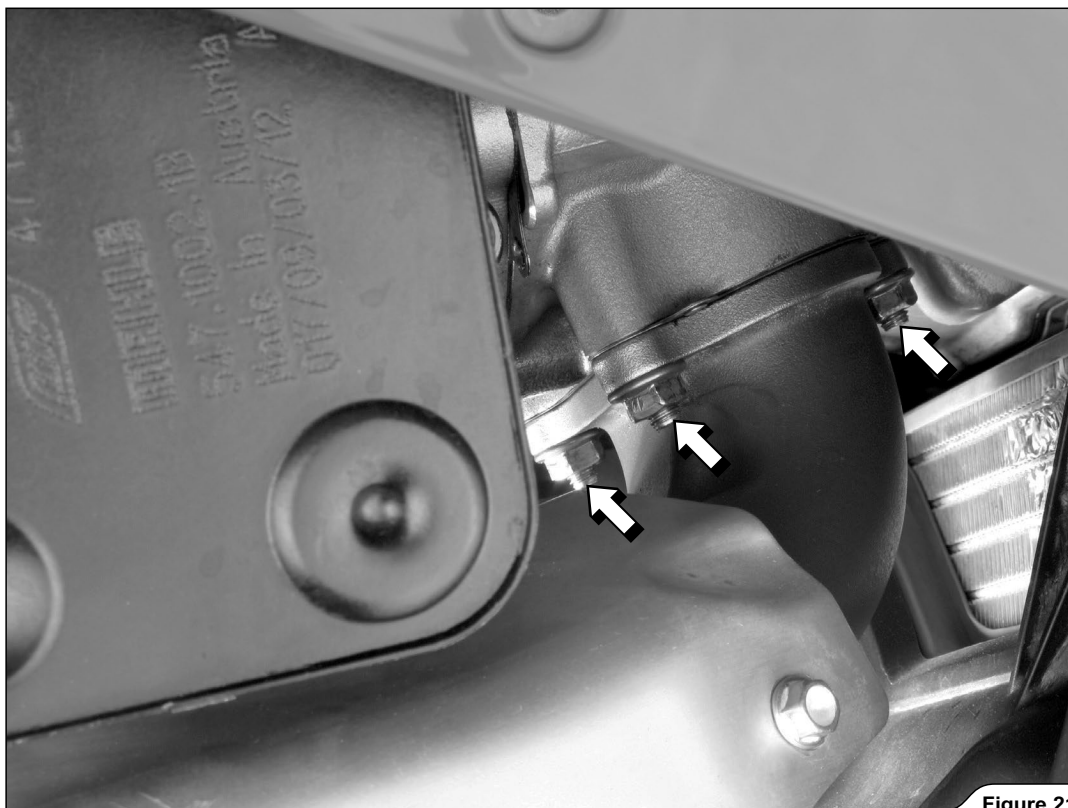

Figure 21
11. Desserrer les écrous indiqués et déposer avec soin le tuyau du collecteur avant du motorcycle (Figure 21).
11. Die angegebenen Muttern lösen, dann das vordere Krümmerrohr vorsichtig vom Motorrad entfernen (Figure 21).